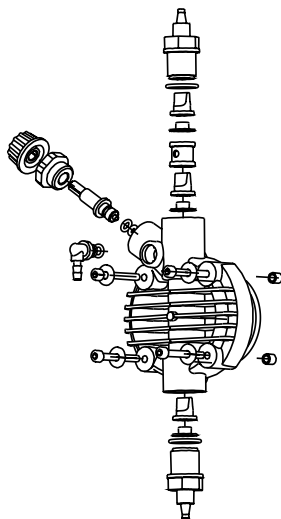

Fig. 10
Pour effectuer cette opération, si l'appareil n'est pas fixé à l'installation, le faire pulser la pompe pendant quelques secondes (15/30) en la tenant la tête en bas et sans les tubes reliés aux raccords, si ce n'est pas possible, démonter et remonter la tête de la pompe (fig. 10), par les quatre vis de fixation.
Etant donné la robustesse du système, de véritables pannes mécaniques ne se produisent pas. Parfois il peut se produire des fuites de liquide au niveau d'un raccord du fait d'un écrou fixation du tube desserré ou plus simplement à cause de la rupture du tube de refoulement. Il est rare que d'éventuelles fuites puissent se produire par la rupture de la membrane ou par l'usure du joint torique de la membrane. Dans ce cas, ces éléments doivent être remplacés en démontant les quatre vis de la tête de la pompe (fig. 10). En les remontant, les serrer de manière uniforme sans omettre de replacer les joints de vis. Une fois la fuite éliminée, nettoyer la pompe doseuse d'éventuels résidus de réactif qui, s'ils stagnaient, pourraient provoquer une détérioration du boîtier de la pompe.
❶ LA POMPE DOSEUSES DONNE DES IMPULSIONS MAIS N'INJECTE PAS LE REACTIF DANS L'INSTALLATION
- a. Démontez les clapets d'aspiration et refoulement, les nettoyez et les remontez dans la même position (fig. 10). Dans le cas où l'on remarquerait un gonflement du clapet, vérifiez la compatibilité chimique du réactif avec le matériau du clapet (Viton® en standard ; sur demande silicone, EPDM et nitrile, clapet à bille verre ou inox, clapet K).